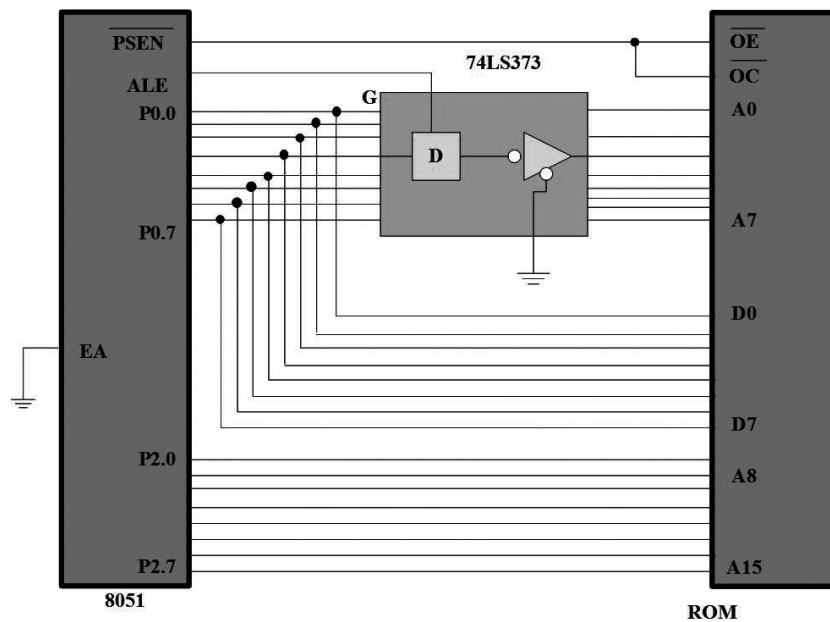

Figura 10.12: 74LS373
- No se requiere resistencias pull - up como se aprecia en el dibujo siguiente (Figura 10.12).